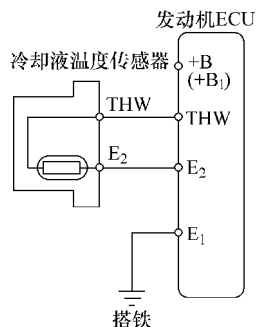

图 5-61 丰田车冷却液温度传感器电路
(2) 检测冷却液温度传感器输出信号的电压 装好冷却液温度传感器,将此传感器的导线插接器插好,当点火开关置于 ON 位置时,如图 5-61 所示,从冷却液温度传感器导线插接器“THW”端子(丰田车)或从 ECU 插接器“THW”端子与 E₂ 间测试传感器输出电压信号,当在 80℃时应为 0.25 ~ 1.0V。